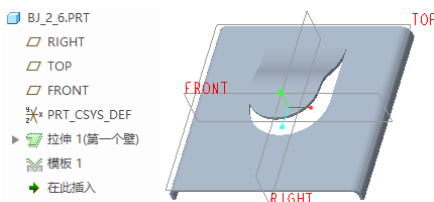

图 2-63 要平整成型的钣金件
(1) 在“快速访问”工具栏中单击  (打开) 按钮, 系统弹出“文件打开”对话框, 浏览并选择本书配套的 bj_2_6.prt 文件, 单击“打开”按钮。文件中存在着的钣金件如图 2-63 所示。